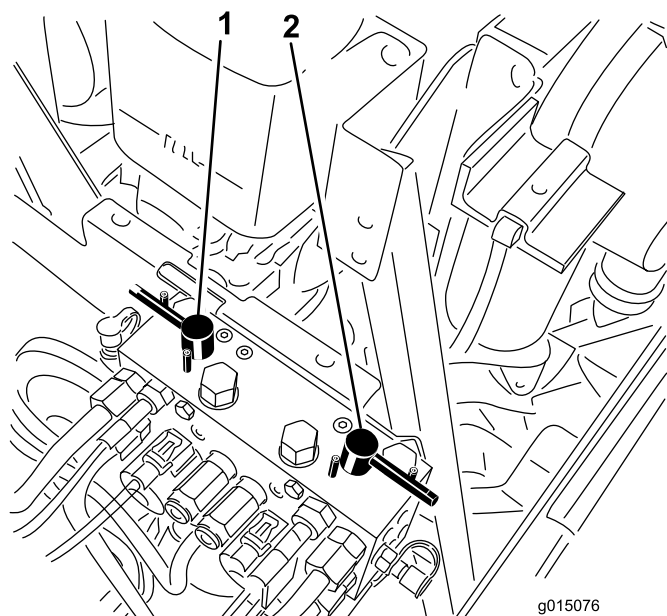

Figure 80
4. Sélectionnez les leviers de rodage avant, arrière ou les deux pour déterminer les plateaux qui doivent être rodés (**Figure 80**).